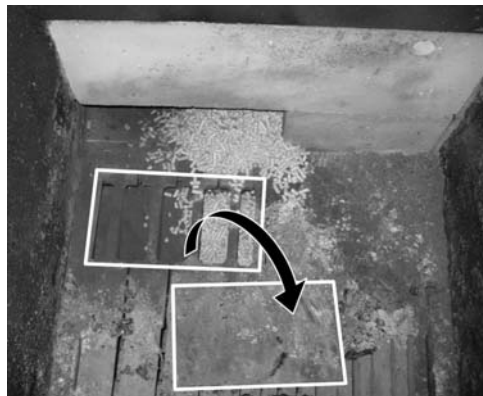

Abb. 6 Entaschung (optional) vorhanden: Abdeckblech entfernen.
- Wenn Entaschung (optional) vorhanden ist: Abdeckblech über der Schnecke in der Brennkammer entfernen (Abb. 6).